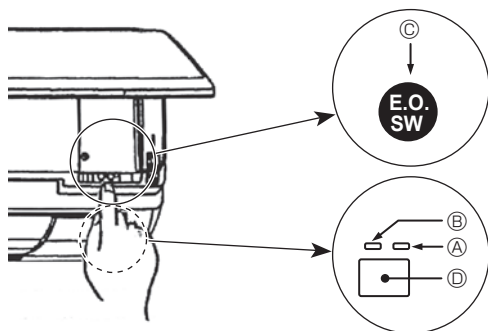

Fig. 5-2
- Per arrestare il funzionamento, premere il tasto ☼ ④ o il tasto ☼ ③ per più di 2 secondi.
[Fig. 5-2] ④ Spia DEFROST/STAND BY (Arancio)
- ⑤ Spia di funzionamento (Verde)
- ③ Interruttore del funzionamento di emergenza (riscaldamento/raffreddamento)
- ② Ricevitore
- Controllare "COOL/HEAT" sul display del monitor di funzionamento (il display viene visualizzato di colore arancio ④ per 5 secondi dopo la pressione dell'interruttore).